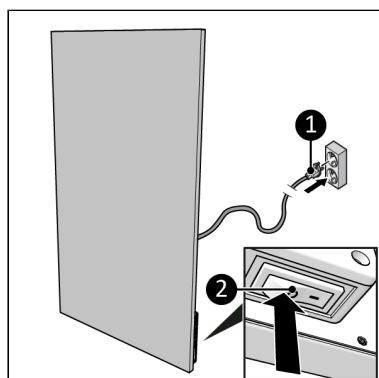

Figure 117.
2. Skontrolujte, či je vypínač ON/OFF v polohe OFF (Figure 117, poz. 2).
3. Zapojte sieťovú zástrčku (Figure 117, poz. 1) do uzemnenej nástennej zásuvky, ktorá je ľahko prístupná. Používajte uzemnenú sieťovú zásuvku s minimálnym výkonom 1000 W.